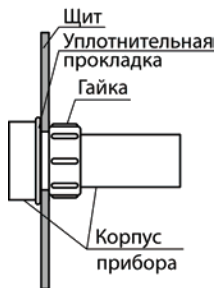

Рисунок 5.1 – Монтаж прибора в щит
- надеть на тыльную сторону передней панели прибора уплотнительную прокладку из комплекта поставки (см. рисунок 5.1);
- надеть на цилиндрическую часть прибора гайку из комплекта поставки (см. рисунок 5.1);